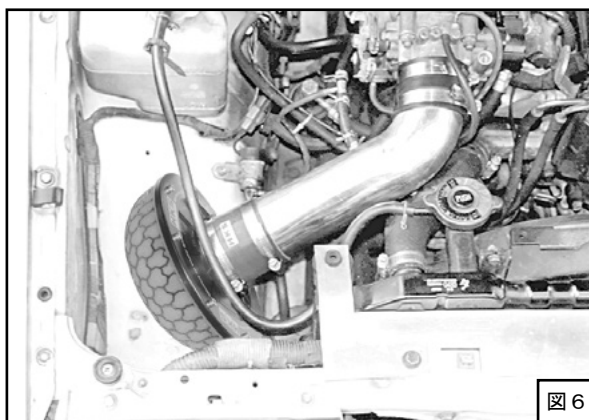

図 6
(3) パワーフロー本体がボディなどと干渉しないように位置を決めてください。位置が決まったら、ホースバンド・ボルトを固定してください。この時ホースバンド・ボルトを締めすぎないようにしてください。(図6)
(4) A C Vのコネクタを取付けてください。(図6)
(5) バッテリーのマイナス端子 (-) にケーブルターミナルを取付けてください。